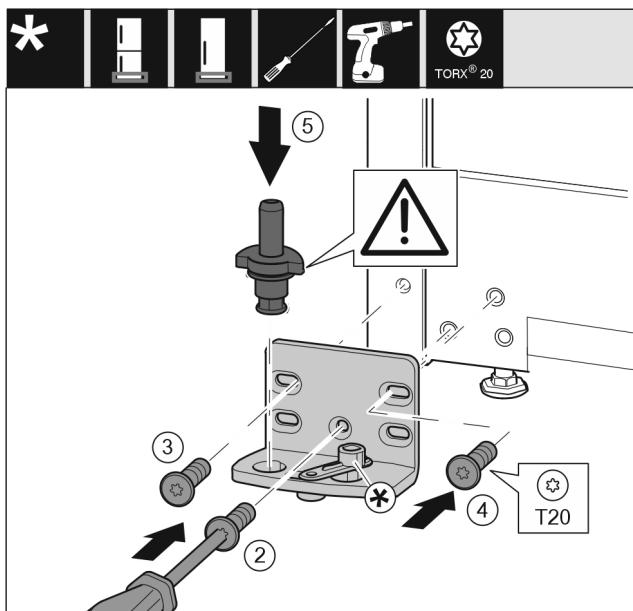

Fig. 17
- ▶ Lagerbock auf der anderen Seite ansetzen und mit Hilfe eines Schraubendrehers anschrauben. Mit der Schraube Fig. 17 (2) unten in der Mitte beginnen.
- ▶ Schraube Fig. 17 (3) und Schraube Fig. 17 (4) fest-schrauben.
- ▶ Lagerbolzen Fig. 17 (5) komplett einsetzen. Dabei darauf achten, dass der Rastnocken nach hinten zeigt.